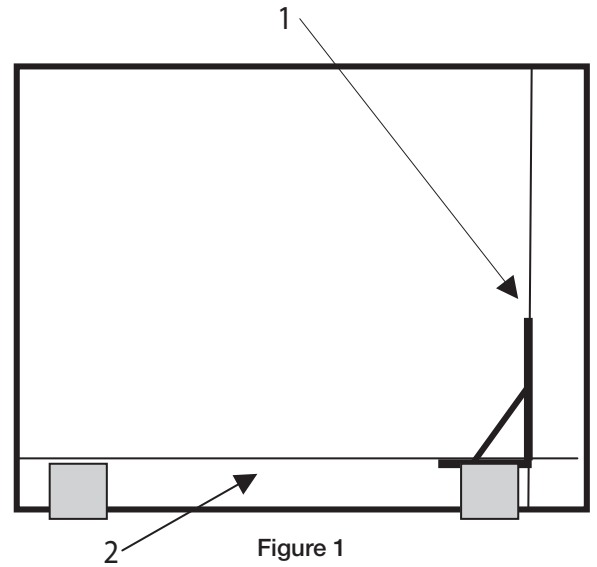

Figure 1
A l'aide d'un cordeau tracer une première ligne de référence sur la longueur de la pièce à revêtir. Pour déterminer le point de départ de la pose, tracer perpendiculairement une deuxième ligne de référence en veillant à ce que les SBL positionnées en bordure aient une largeur minimale de 25 cm. [Cf. Figure 1]
*Using a chalk line, trace an initial reference line along the length of the room to be carpeted. To determine the starting point for laying your tiles, trace a second reference line perpendicular to the first, ensuring a minimum width of 25 cm for the SBLs positioned at the edge. [Cf. Figure 1]*
De la même façon que précédemment, tracer une première ligne de référence sur la longueur de la pièce à revêtir. Pour déterminer le point de départ de la pose, tracer perpendiculairement une deuxième ligne de référence en veillant à ce que les dalles positionnées en bordure aient une largeur minimale de 25 cm [Cf. Figure 1] et en s'assurant que les joints de dalle seront décalés par rapport aux joints de SBL.
*As before, trace an initial reference line along the length of the room to be carpeted. To determine the starting position for laying your tiles, trace a second reference line perpendicular to the first, ensuring that the tiles positioned at the edges have a minimum width of 25 cm [Cf. Figure 1] and that the carpet tile joints are offset in relation to the SBL joints.*